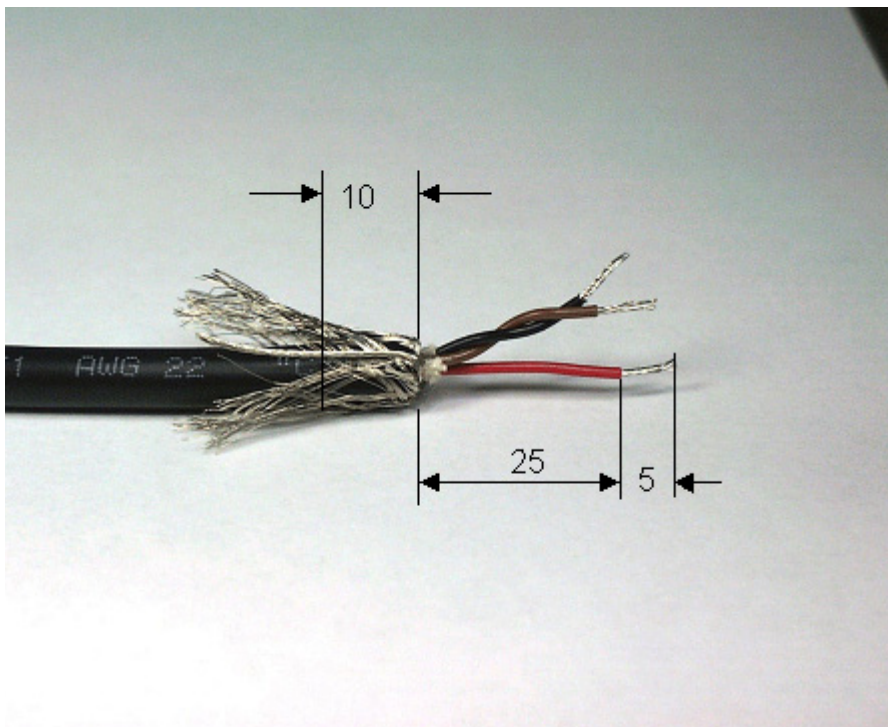

Fig. 8.1. Anfertigung des Kabels
Beispiel für die Verwendung von verdrehten 2 X 2 Adern (Abb. 8.1):
- Schneiden Sie das Abschirmgeflecht 10mm vom Ende ab, wie in Abb. 8.1 gezeigt
- Schneiden Sie die äußere Isolierung ca. 40mm vom Ende des Kabels weg und ziehen Sie das Abschirmgeflecht zurück (wie in Abb. 8.1 dargestellt).
- Schneiden Sie das Abschirmgeflecht 10mm vom Ende ab (siehe Abb. 8.1).